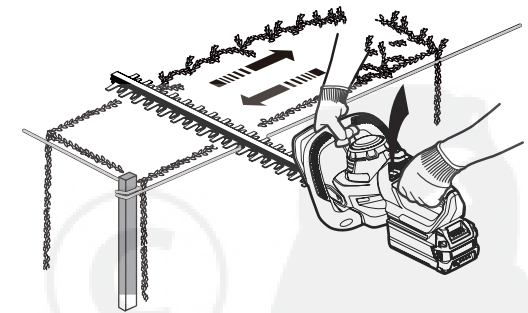
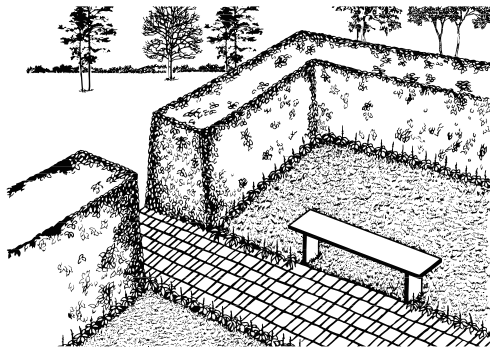

Fig. 5
Fig. 6
- Falls das Messer klemmt, stoppen Sie den Motor, ziehen Sie den Akku ab und befreien Sie das Messer. Sie können eine Hilfsschnur einsetzen, um die Schnitthöhe an einer Hecke zu bestimmen und zu kontrollieren. *Siehe Bild 5.* Setzen Sie die Schnur der Länge und Breite nach an die Hecke und schneiden Sie in dieser Höhe Ihre Hecke zurück. So erhalten Sie einen optimalen Schnitt an Ihrer Hecke. *Siehe Bild 6.*